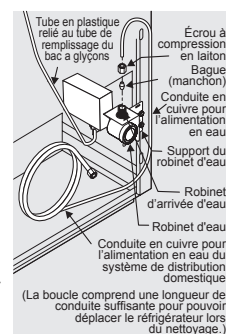

Figure 1
- Si vous utilisez un tube en cuivre** - Faites glisser l'écrou à compression en laiton, puis emballez (manchon) sur la conduite d'alimentation en eau. Poussez la conduite d'alimentation en eau dans l'entrée du robinet d'eau aussi loin que possible (¼ pouce / 6,4 mm). Faites glisser la virole (manchon) dans l'entrée de la vanne et serrez l'écrou de compression à la main sur la vanne. Serrer un autre demi-tour avec une clé; Ne pas trop serrer. Voir la figure 1.